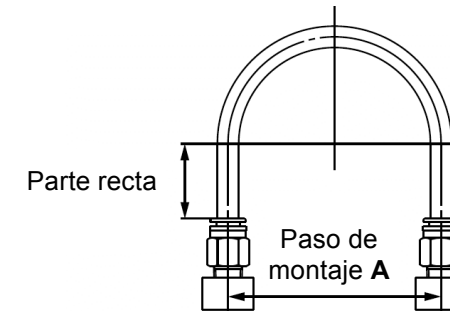

Figura 7
- Cuando conecte los tubos usando conexiones instantáneas, deje cierta longitud adicional de tubo, tal como se muestra en la Figura 7.